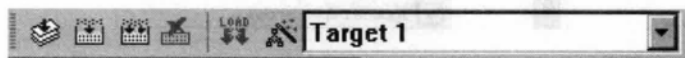

图 1-8 部分工具栏
(5) 编译、连接、调试 在设置好工程参数之后，即可进行程序编译、调试以及工程的连接。单击选择菜单命令 Project -> build target，则软件对源程序进行编译，并生成目标代码，也可以应用工具栏进行操作，部分工具栏如图 1-8 所示，从左至右分别为编译、编译连接、全部重建编译、停止编译、工程参数设置。